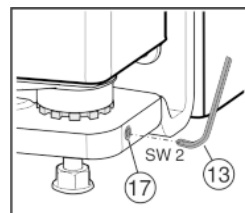

Fig. 17
- ▶ Desenrosque un poco el pasador de rosca Fig. 17 (17) (como máximo una vuelta).
- ▶ Vuelva a apretar el pasador de rosca Fig. 17 (17) para fijar el perno de cojinete.